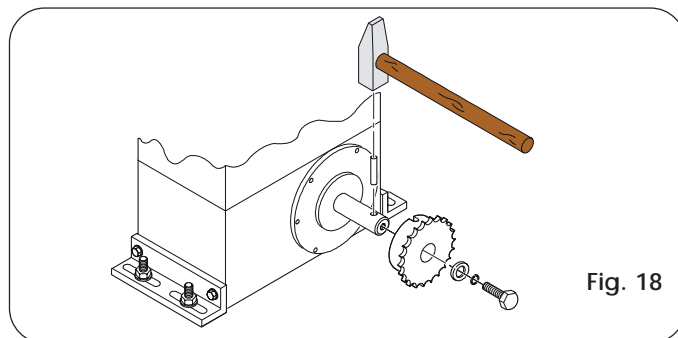

Fig. 18
- Tik de verende stift in de as met een hamer (Fig. 18).
- Span de schroef met de daarvoor bestemde schijfjes (Fig. 18).